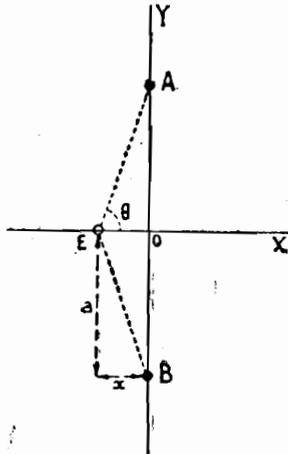

Figure 5
Imaginons, pour fixer les idées et simplifier les calculs, que la grille soit faite de deux fils parallèles seulement (1). Voyons (fig. 5) les traces A et B de cette grille; représentons en E un électron et appelons  $\theta$  la charge par unité de longueur d'un fil de grille. Le champ en E aura pour valeur :